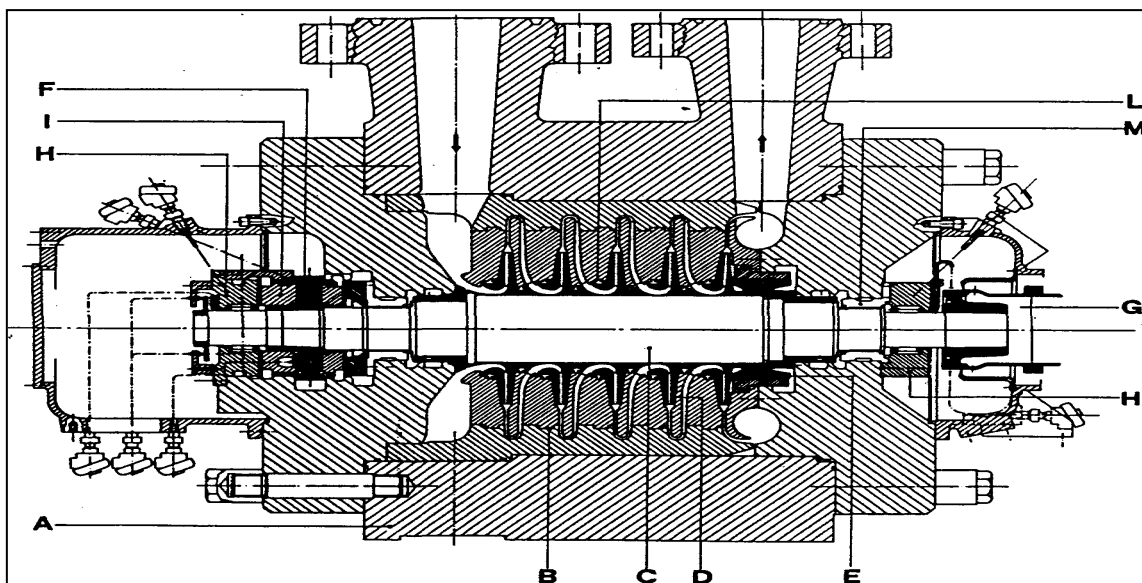

Figure I.4 Description de compresseur centrifuge
Le rotor entraîné par la machine motrice moyennant le moyeu (G) tourne sur les paliers porteurs (H) et est gardé dans sa position axiale par le palier de butée (I). Des dispositifs d'étanchéité à labyrinthe (L) et, si nécessaire, des étanchéités huile d'extrémité agissent sur le rotor (voir figure I.4). A - corps extérieur; B - diaphragmes; C - arbre; D - roues; E - piston d'équilibrage; F - collet du palier de butée; G - rotor; H - paliers porteurs; I - palier de butée; L - labyrinthe